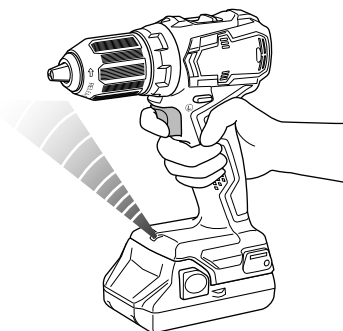

Fig. 16
12. Messages d'alerte par témoin DEL (Fig. 16)